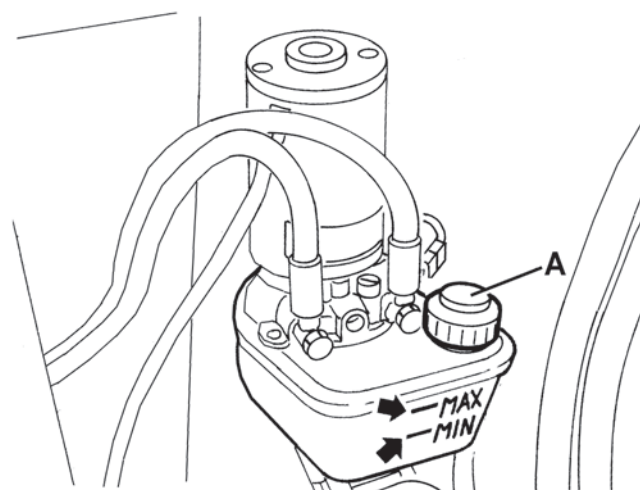

Рис. 21
1. Поверните ключ зажигания (61) в положение «0» и включите стояночный тормоз.
2. Откройте аккумуляторный отсек (18), потянув за ручку (41), и надежно закрепите его с помощью опорного стержня (52).
3. Проверьте, чтобы уровень масла в баке (51) находился между отметками минимума (MIN) и максимума (MAX), как показано на Рис. 21.
4. Если необходимо, долейте масло через горловину (А, Рис. 21), используя раздел по техническим свойствам масла.
5. Уберите опорный стержень (52) и закройте капот (18).